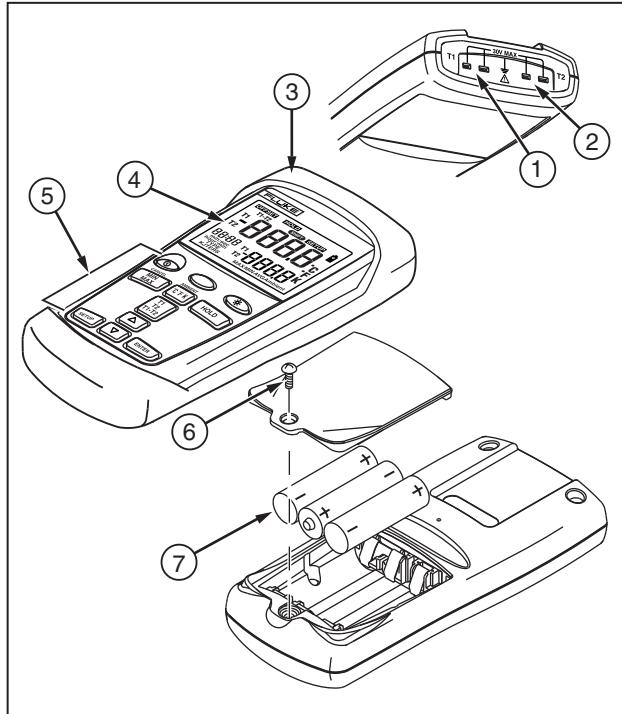

Figura 1. Componentes
- La Figura 1 y la Tabla 3 describen los componentes del termómetro.